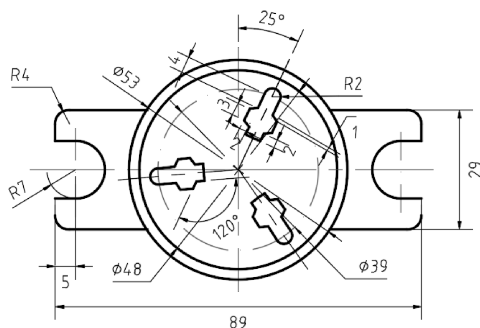

图 2-66 具有阵列特性的图形
- 阵列结构：具有阵列特性的图形分线性阵列和圆形阵列，如图 2-66 所示。